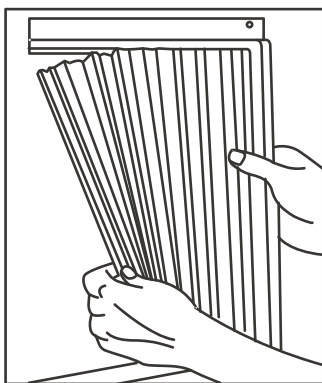

Fig.2
- Tenez le panneau d'accordéon d'une main et retirez délicatement le centre pour libérer l'extrémité ouverte. Voir la Fig.2.